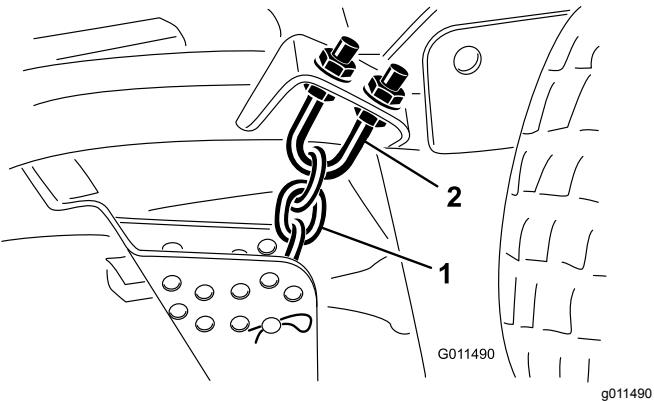

Figura 104
1. Allentate i controdadi sulla parte superiore o inferiore del bullone a U della catena dell'altezza di taglio (Figura 104).